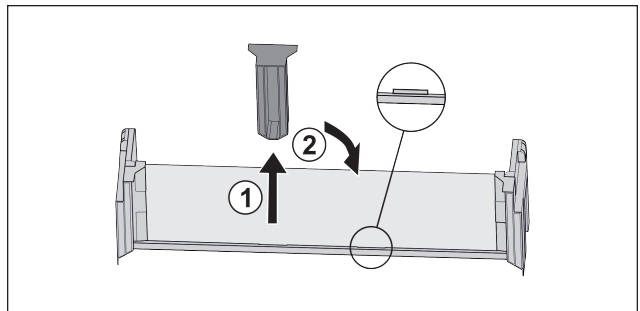

Fig. 54\*
- ▶ Снимите среднюю поддерживающую деталь Fig. 54 (1).\*
- ▶ Вставьте среднюю поддерживающую деталь во вторую позицию Fig. 54 (2).\*